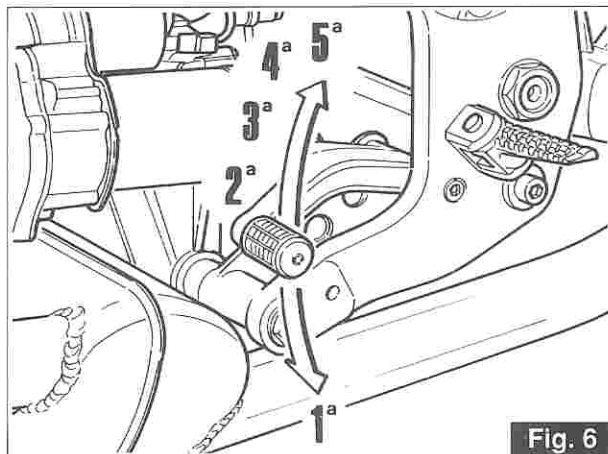

Fig. 6
3.10 PEDALE COMANDO CAMBIO (fig. 6)
3.10 GEARBOX CONTROL PEDAL (fig. 6)